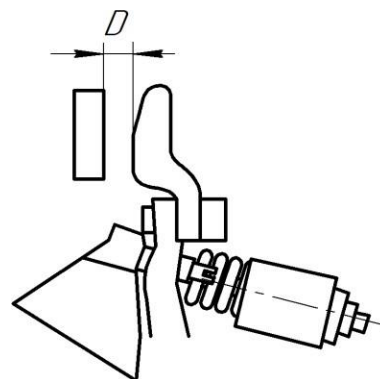

Рисунок 5. Раствор контактов
3.2.9. Растворы контактов D (рис.5) проверяются калибром и должны соответствовать данным таблицы 8.